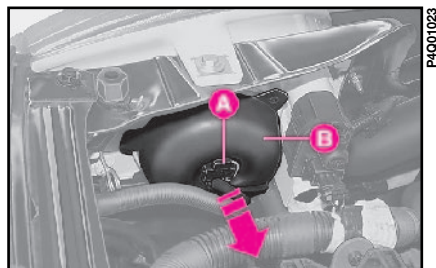

fig. 12
1) dégager tout d'abord le connecteur **A**-fig. 12 et puis la protection en caoutchouc **B**;